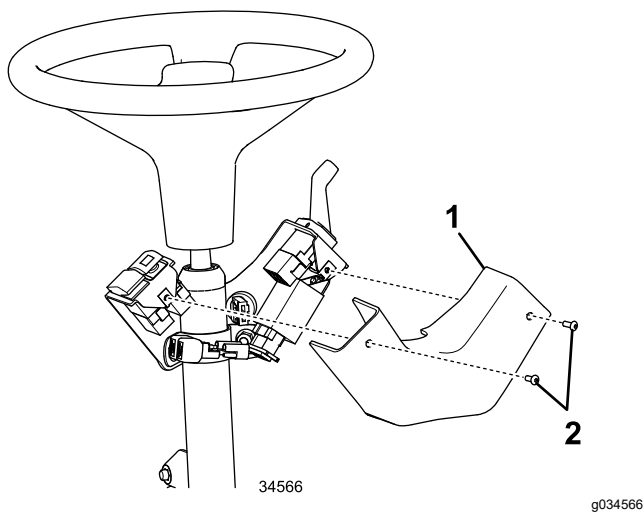

Figur 21
9. Anslut kontaktorna i varningsblinkersmodulen, signalhornet, blinkersen och varningsomkopplarna (Figur 21).